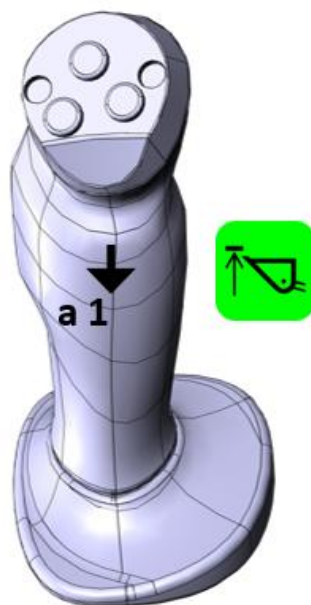

Рисунок 3.66. Автоматика подъема
- ▶ Коротко переместить правый джойстик в направлении **a1** до упора и отпустить, рис. 3.66.
- ▷ На дисплее загорится индикатор «Автоматика стрелы: подъем», рис. 3.66.